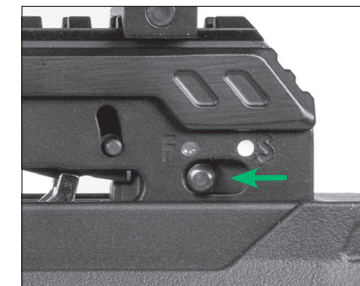

FIGURE 15
La sûreté est dégagée et l'arbalète est prête à être armée quand le cran de sûreté est passé de la position (S) (ENCLENCHÉE), sous le point blanc, à la position (F) (DÉGAGÉE), sous le point rouge, comme illustré à la figure 15.